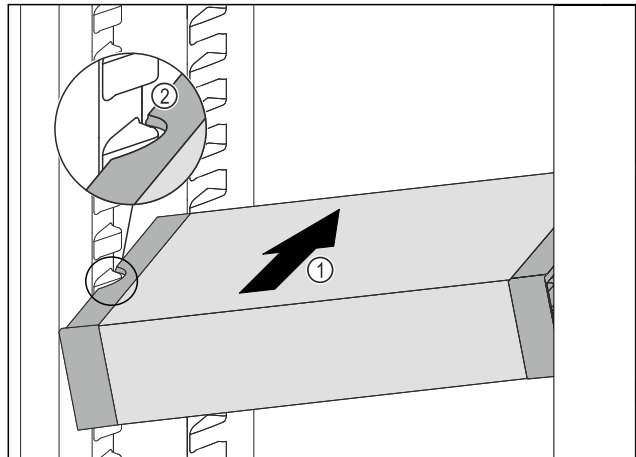

Fig. 54
- ▶ Introduzca el VarioSafe en posición oblicua en el compartimento del frigorífico Fig. 54 (1) hasta que los huecos laterales Fig. 54 (2) del VarioSafe se encuentren a la altura de la nervadura del recipiente en el compartimento frigorífico.